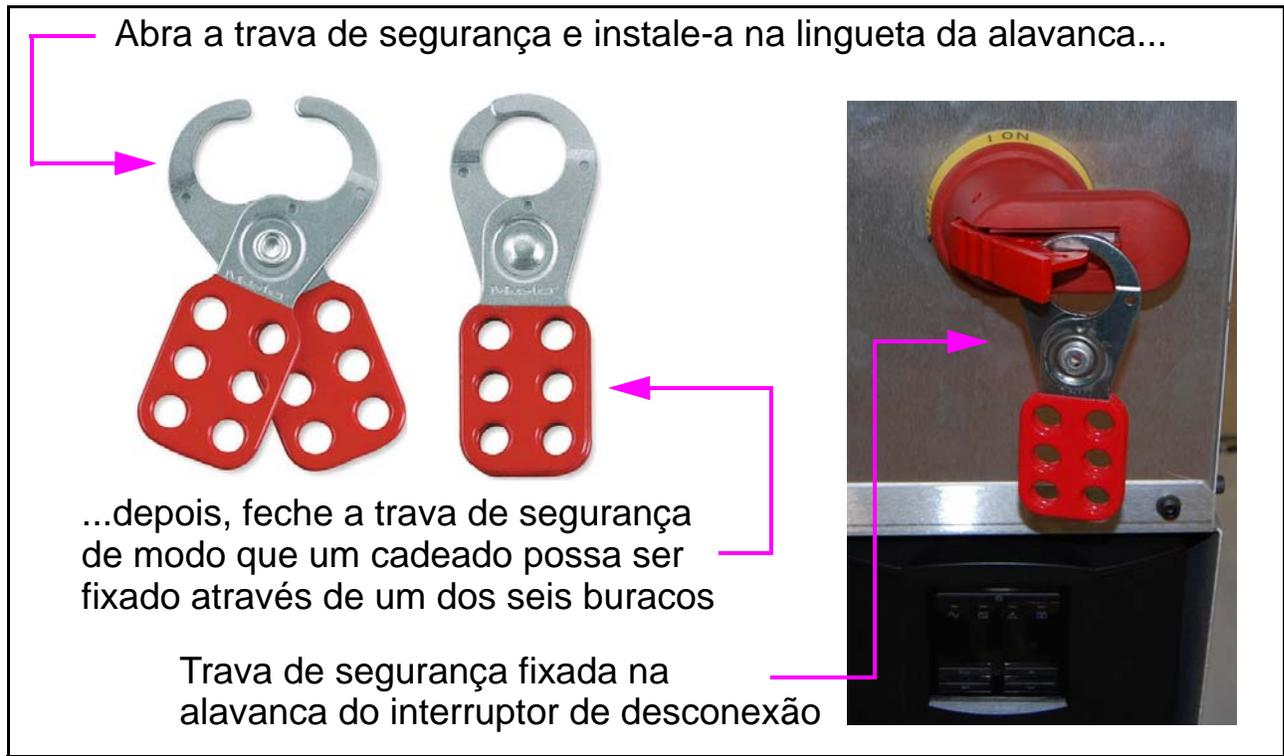

Figura 2-14: Detalhe da Trava de Segurança
8. Puxe para fora a lingueta da alavanca do interruptor de desconexão principal e coloque uma trava de segurança através da lingueta (consulte Figura 2-14).